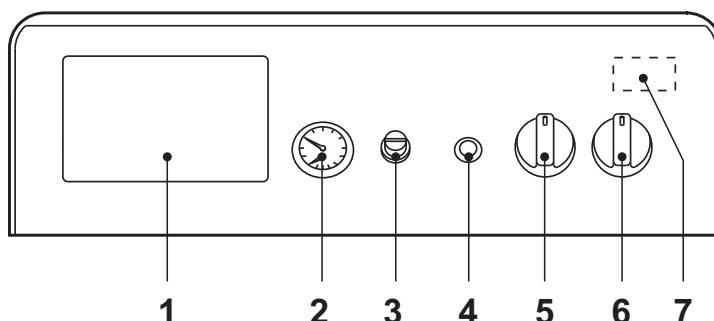
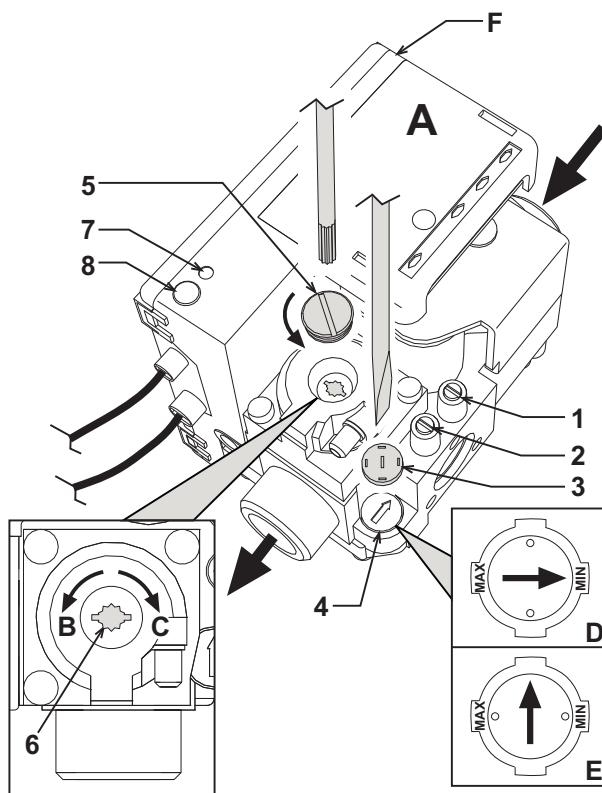

рис. 1 - Панель управления
рис. 3 - Регулирование давления
- Установите главный выключатель "6" в положение 1 (рис. 1).
- Если котел оборудован электронным термостатическим блоком управления, установленным в положении 1 на рис. 1, пользователь должен также соблюдать инструкции, предоставляемые изготовителем данного блока.
Повернув рукоятку 5 на рис. 1 по часовой стрелке, температура воды в системе отопления повышается и наоборот. Температуру воды в системе отопления можно регулировать в пределах от 30° до 90°. Однако не рекомендуется эксплуатировать котел при температуре ниже 45°.
Задайте с помощью термостата температуры воздуха в помещении нужную температуру внутри помещения. По команде от комнатного термостата котел нагревает воду в системе отопления до температуры, заданной с помощью термостата регулировки котла 5 de рис. 1. При достижении в помещении желаемой температуры котел выключается.
При заполнении холодной системы отопления, давление воды, контролируемое по показаниям установленного на котле водомера поз. 2 на рис. 1, должно составлять примерно 1,0 бар. Если во время работы давление воды в системе упало (из-за испарения растворенных в воде газов) до величины ниже вышеуказанного минимума, пользователь должен открыть кран подачи воды и довести давление до первоначального значения. По окончанию операции всегда закрывайте кран подачи воды.
Подключите манометр к штуцеру отбора давления **2** (рис. 3), расположенному после газового клапана, затем переведите ручку терmostата котла (поз. 5 - рис. 1) на максимум.
Сняв защитную пробку **5** (рис. 3), регулируйте давление газа с помощью винта **6** на желаемое значение (см. таблицу технических данных и диаграммы изменения мощности, приведенных в сар. 5).
- Снимите с газового вентиля маленький защитный колпачок **3** (рис. 3). С помощью маленькой отвертки отрегулируйте "СТУПЕНЬ" розжига на основании выбранного для работы газа (G20-G25 Положение Dрис. 3 или G30-G31 Положение E рис. 3); установите защитный колпачок на место.